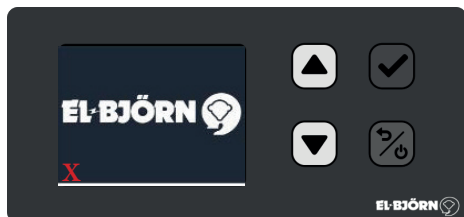

Bild 1
Mjukvaruversion ses längst ner till vänster i displayfönstret vid uppstart. Se markering (X) i Bild 1.